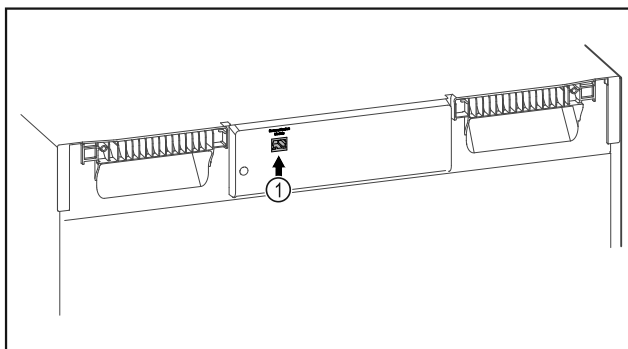

Fig. 106
- SmartModule Fig. 106 (1) ist eingesetzt.